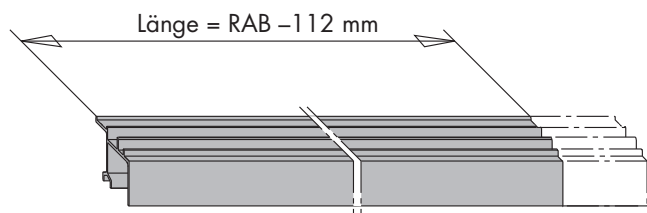

Bild 5
- Führungsschiene HH0130-01/-02 **(36)** ablängen (Bild 5).